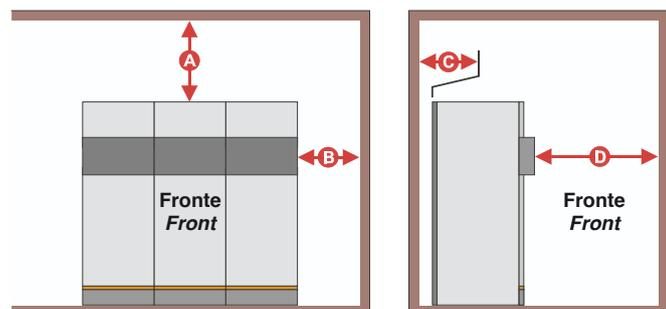

Fig. 14
- L'area sovrastante ai camini di sfogo dei gas, situati nella parte posteriore degli scomparti, deve essere libera da ogni ostacolo. Inoltre devono essere rispettate le distanze minime indicate in fig. 14.
- *The area above the gas exhaust stacks, located in the rear part of the units, must be free of all obstacles. Furthermore, the minimum distances indicated in fig. 14 must be respected.*